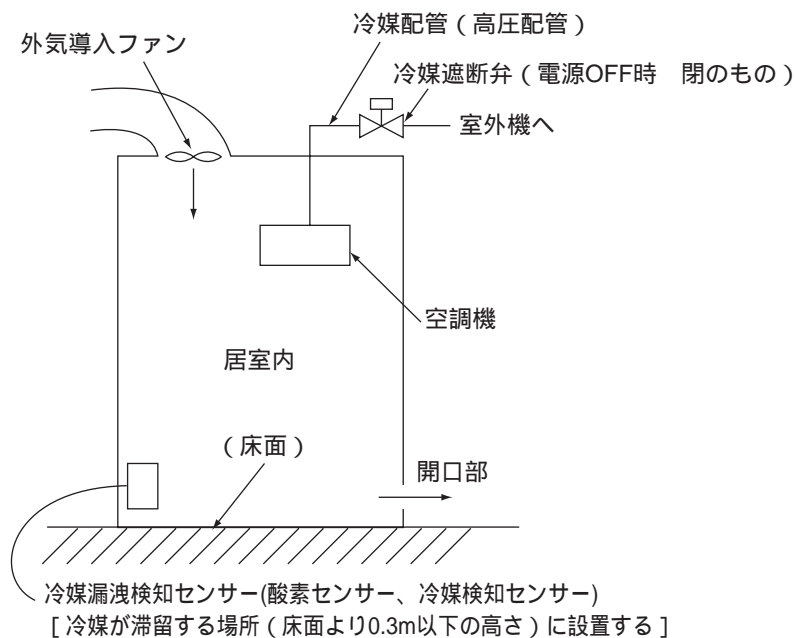
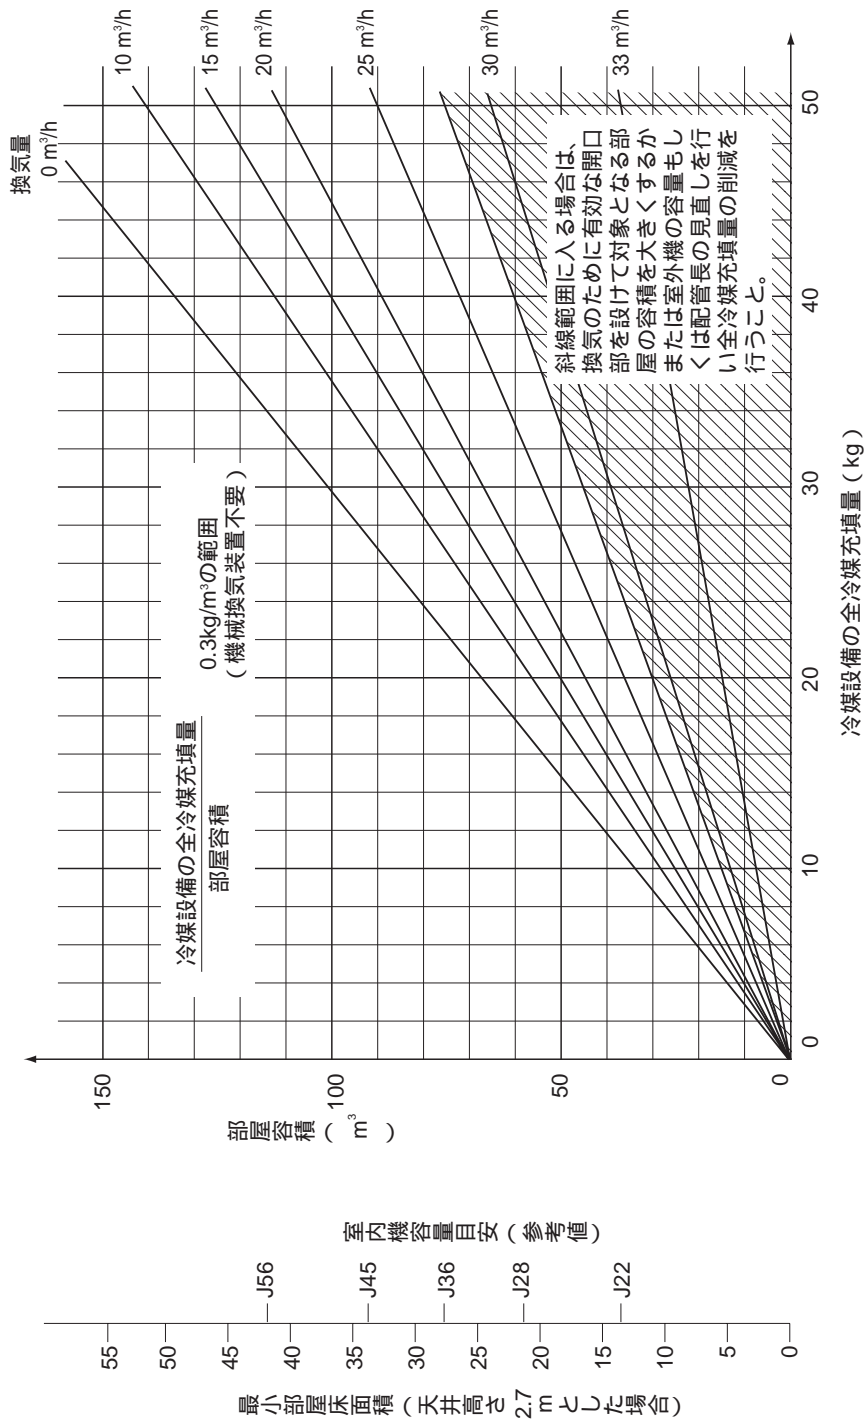

図4 常時換気システムと冷媒遮断弁の併設
図1 換気量によるシステムの選定
換気量は対象冷媒設備の全冷媒充填量と部屋容積によって図1に示す量以上としてください。
- (a)換気システムを設置する場合でも図1の斜線で示す範囲は万一の換気システムの故障を考え選定しないようにしてください。この範囲に入る場合は原則的に **対応1** **対応2** に示すように換気のために有効な開口部を設けて対象となる部屋の容積を大きくするかまたは、室外機容量もしくは配管長の見直しを行い全冷媒量の削減を行ってください。
- (b)換気システムを設置した場合で図1の斜線で示す範囲に入り、 **対応1** **対応2** がとれない場合は、換気システムとは別の独立した安全確保のための手段を設けてください。具体的には冷媒漏洩時のセンサ - によって作動する冷媒遮断弁や在室者の危険を知らせる確実な警報システムの併設です。この場合センサーは上記換気システム作動用のセンサ - とは別にしてください。図4に冷媒遮断弁併設の場合を示します。